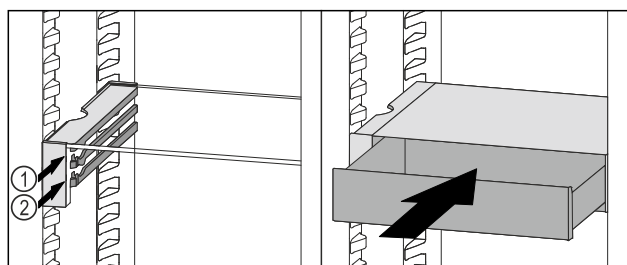

Fig. 186
- Установите выдвижной ящик VarioSafe за стопоры на требуемый выступ *Fig. 186 (1)* или *Fig. 186 (2)*.